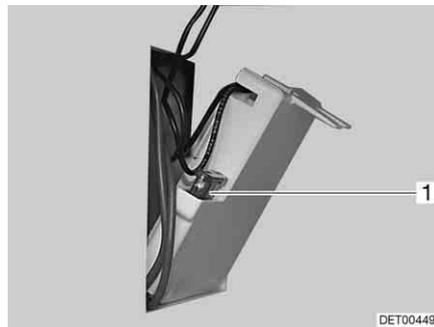

Bild 128 Sicherung der Thetford-Toilette
- Die Sicherung (Bild 128,1) wechseln.